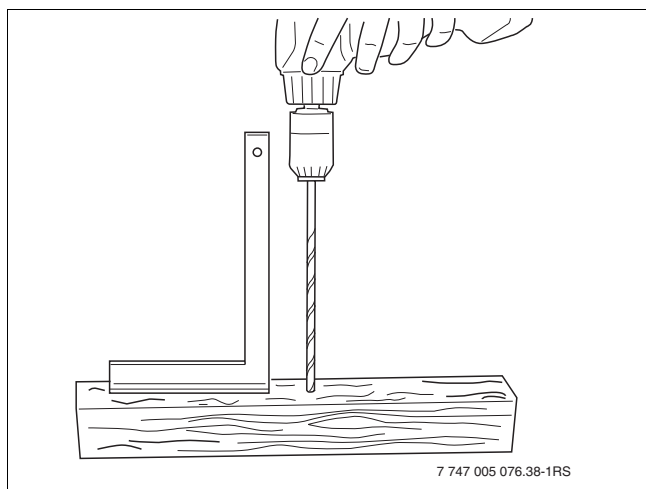

Bild 36 Bohrschablone herstellen
Mit dem Holzbohrer exakt im Winkel von 90° durch die Unterkonstruktion des Daches bohren, um später eine plane Auflagefläche zwischen Haltebock und Profilschiene zu erhalten. Hierzu ist es sinnvoll eine Bohrerführung bzw. Bohrschablone anzufertigen. Ein Kantholz von ca. 0,50 m bis 1,00 m Länge nehmen. Ein Durchgangsloch (Ø 6 mm) senkrecht in das Kantholz (→ Bild 36) bohren.
- ▶ Die Bohrerlänge für den benötigten Holzbohrer nach folgender Rechnung bestimmen (→ Bild 36):